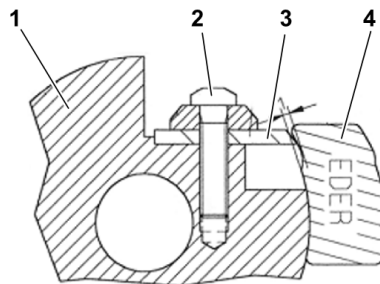

Abb.15: Messer wechseln an der Scheibenfräse
- > Lösen Sie die Messerschraube (2 – Abb.15) leicht.
- > Legen Sie die Messerlehre (4 – Abb.15) an den Fräskopf (1 – Abb.15) an und schieben Sie das Messer (3 – Abb.15) an die Messerlehre heran, bis es den eingekerbten Bereich berührt.